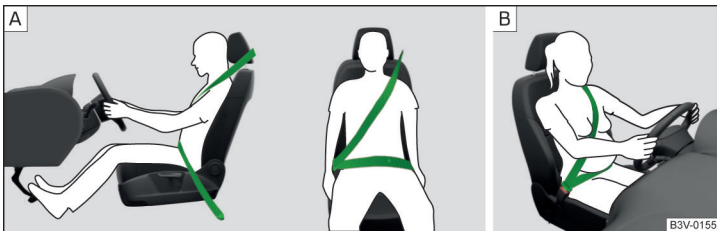

Fig. 6 Așezarea centurii diagonale și transversale/Așezarea centurii de siguranță la femeile însărcinate
**Segmentul de umăr al centurii** trebuie să treacă aproximativ peste mijlocul umărului (în niciun caz peste gât) și să aibă un contact ferm cu corpul » [fig. 6 - \[A\]](#).
**Segmentul din dreptul bazinului** trebuie să treacă pe lângă bazin (în niciun caz peste burtă) și trebuie să aibă un contact ferm cu bazinul » [fig. 6 - \[A\]](#).
**La femeile gravide**, segmentul de bazin al centurii trebuie plasat cât mai jos pe bazin, astfel încât să nu preseze abdomenul » [fig. 6 - \[B\]](#).